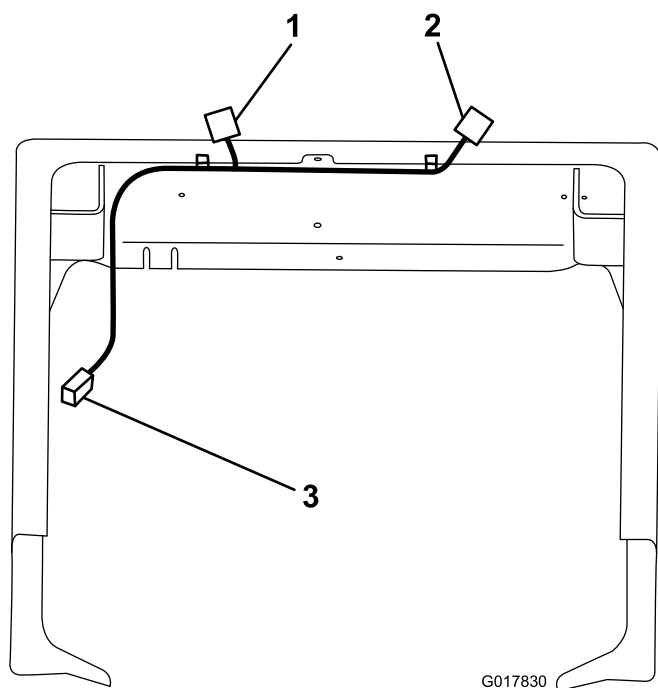

Рисунок 15
1. Проложите задний пучок проводов, как показано на Рисунок 15. Обратите внимание, что более длинный отрезок пучка, заканчивающийся плоским четырехштырьковым разъемом для задних фонарей, должен быть проложен к левому заднему фонарю.
2. Прикрепите задний пучок проводов к раме машины с помощью двух пластмассовых зажимов кабельных хомутов на пучке (Рисунок 15).
3. Подсоедините левый и правый разъемы задних фонарей (плоские, четырехштырьковые) к ответным разъемам, находящимся в задних фонарях (Рисунок 15).
4. Проложите оставшуюся часть заднего пучка проводов вперед, вдоль имеющегося пучка проводов с правой стороны автомобиля (Рисунок 15).
5. Найдите разъем на главном пучке проводов автомобиля с маркировкой "BRAKE AND SIGNAL LIGHT KIT" («КОМПЛЕКТ ТОРМОЗНЫХ И СИГНАЛЬНЫХ ФОНАРЕЙ») и подсоедините его к разъему в конце нового пучка проводов (Рисунок 15).
6. Прикрепите пучок проводов к имеющемуся главному пучку проводов автомобиля, расположенному вдоль рамы, с помощью пластмассовых хомутов (Рисунок 15).